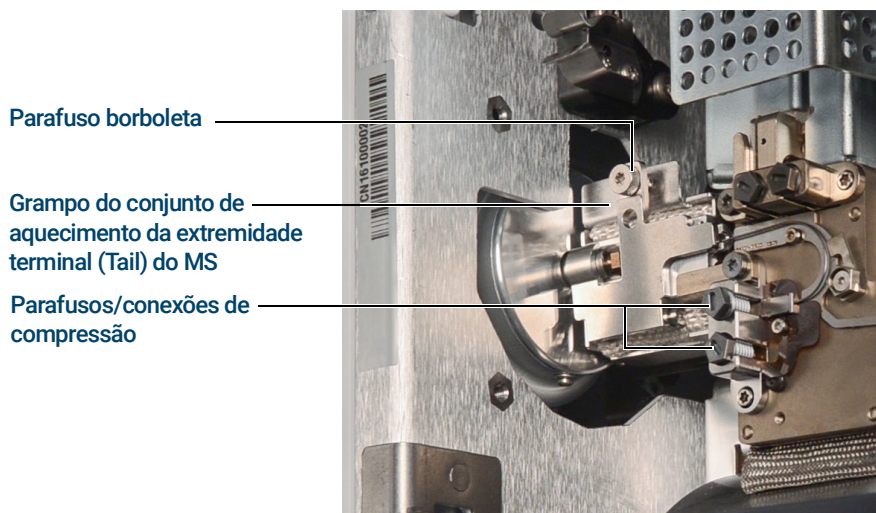

Figura 15. Grampo do conjunto de aquecimento da extremidade terminal (Tail) do MS fechado
- 9 Usando a chave de torque Intuvo, remova o parafuso/conexão de compressão que prende a conexão clicar e executar do conjunto (Bus) da extremidade terminal (Tail) do GC/MS 9000. Remova também o parafuso da conexão do conjunto (Bus) vazia. (Consulte **Figura 15**.)